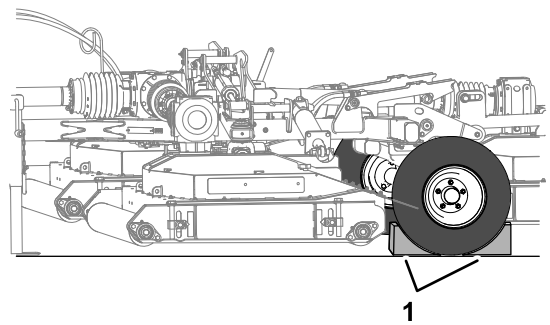

Figura 18
7. Calce los dos neumáticos del cortacésped (Figura 18).